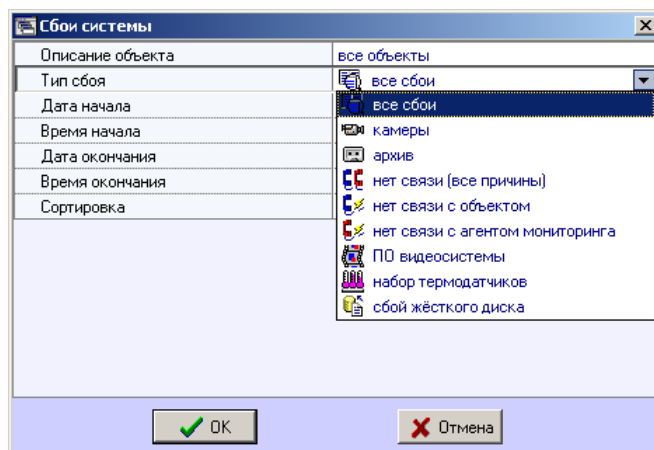

Рис. 7.2—4 Выбор типа сбоя
4. **Сортировка** (Рис. 7.2—5). При построении отчета можно использовать два режима сортировки: